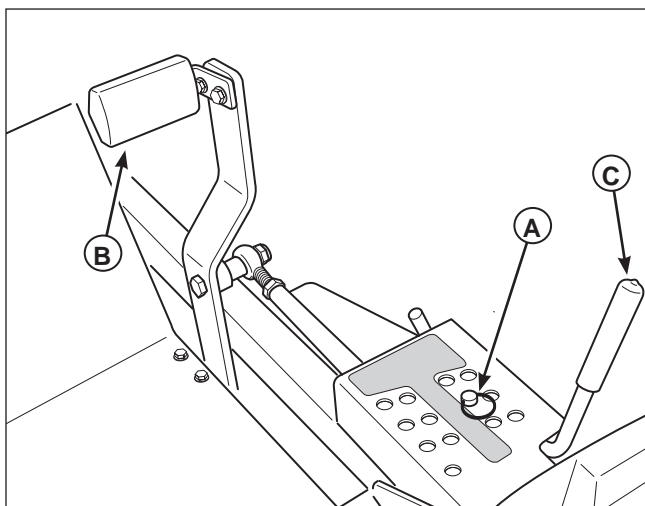
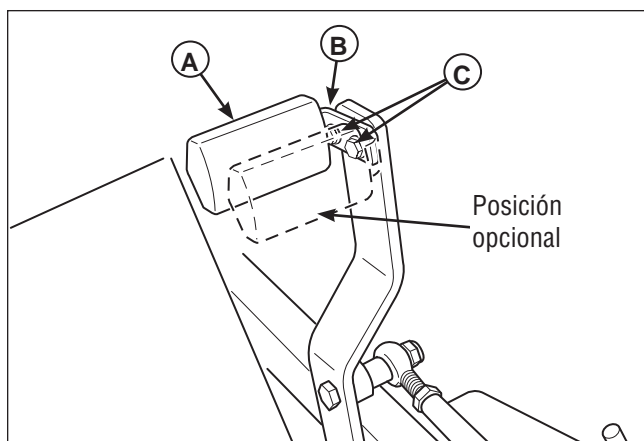

Figura 5. Ajuste de la altura de podado
Figura 6. Ajuste de pedal
El pasador de ajuste de la altura de corte (A, Figura 5) controla la altura de corte de la podadora. La altura de corte es ajustable entre 1-1/2" (3.8 cm) y 6" (15,2 cm) en incrementos de 1/4" (0.64 cm).
1. Quite el pedal (A, Figura 6) de la lengüeta de montaje (B).
2. Quite el perno de montaje del pedal (C) y gire la lengüeta 180 grados.
4. Coloque nuevamente el pedal en la lengüeta de montaje en la dirección correcta, como se muestra en la Figura 5.